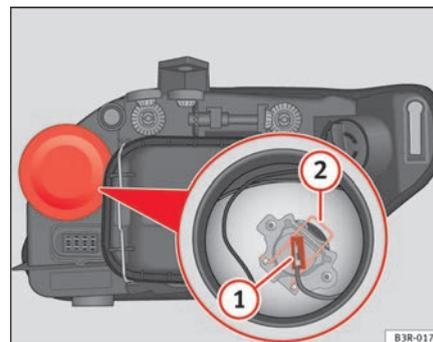

Fig. 192 Máximos
- Retire a ligação ⇒ fig. 192 (1) da lâmpada.
- Pressione a mola ⇒ fig. 192 (2) para dentro e para a direita.